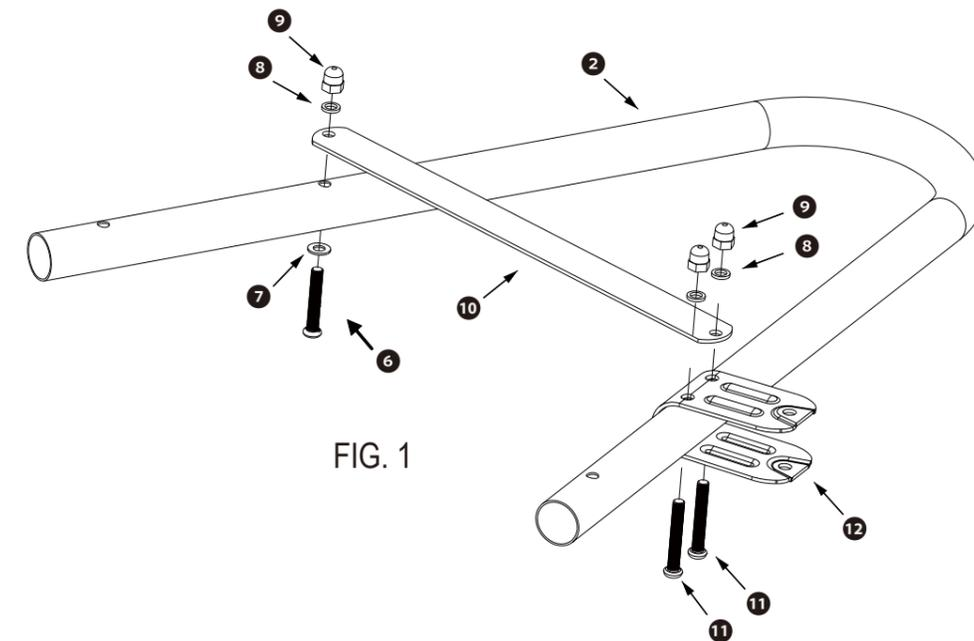

FIG. 1
1. Pour monter la poignée de l'échelle (voir Fig. 1), les vis à métaux 11 doivent être installées depuis l'intérieur de la poignée 12, puis à travers la poignée d'échelle 2, et à travers la barre de renfort avec instruction de sécurité 10 vers l'extérieur. Assurez vous que l'étiquette d'avertissement soit orientée vers l'extérieur sur les deux poignées. Installer la rondelle de blocage 8 et visser l'écrou à chapeau 9 jusqu'à ce que la barre de renfort soit serrée contre la poignée.
2. Les vis à métaux 6 doivent être installées depuis l'intérieur de la poignée d'échelle 2, et à travers la poignée d'échelle. Installer la rondelle plate 7, la rondelle de blocage 8 et visser l'écrou à chapeau 9 jusqu'à ce que la barre de renfort avec instruction de sécurité 10 se soit serrée contre la poignée d'échelle (Voir Fig. 1)